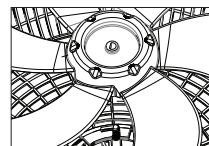

Figura 04
5. Encaixar a Hélice no eixo do motor. Alinhar a chaveta do Furo da Hélice com a chaveta do eixo do motor para um perfeito encaixe (**Ver figura 04**).